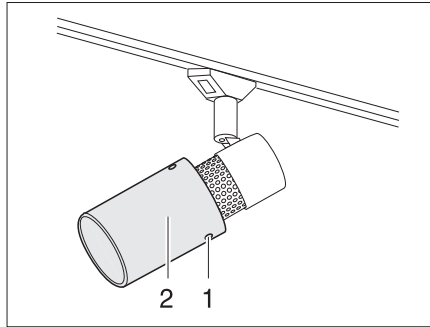

Fig. 252 Spot halogène (coulissant)
- Dévisser les vis de fixation (Fig. 252,1).
- Retirer prudemment la protection en forme de calice de la lampe (Fig. 252,2) du support.